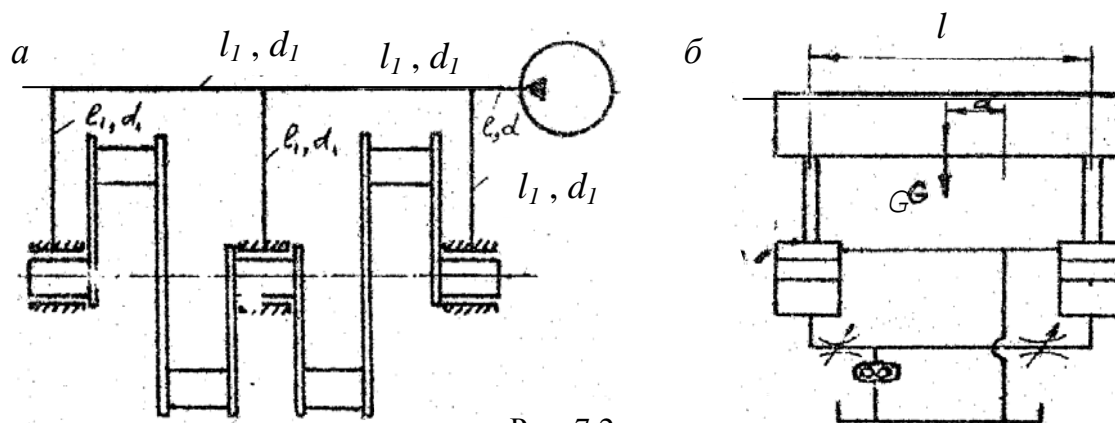

Рис. 7.2.
**Задание 3.** Объемный насос подает смазочное масло, имеющее относительную плотность  $\delta = 0,8$  и кинематическую вязкость  $\nu$  кподшипникам коленчатого вала по системе трубок, состоящей из пяти одинаковых участков, каждый из которых длиной  $l_1 = 0,5$  м и диаметром  $d_1$ . Магистральный маслопровод в системе трубок имеет длину 2 м и диаметр  $d$  (рис.7.2, а).
**Задание 4.** Для подъема груза массой  $G$  со скоростью  $V$  используются два одинаковых параллельно работающих силовых гидроцилиндра диаметром  $D$  (рис.7.2, б). Расстояние между осями гидроцилиндров  $l$ .